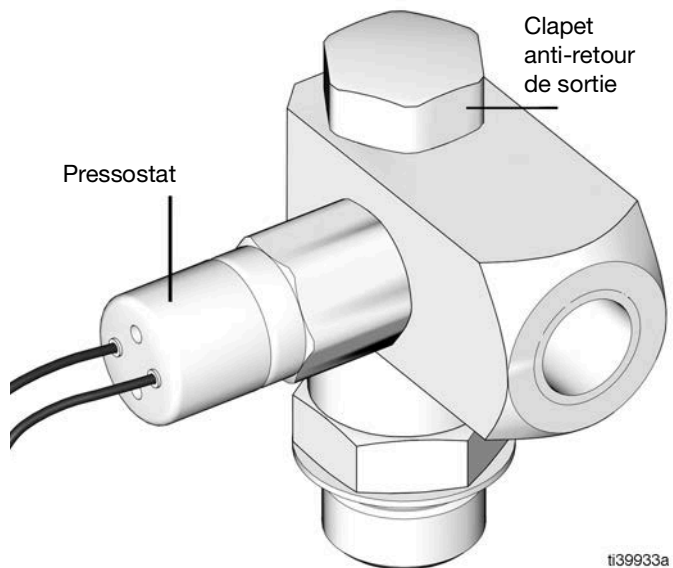

FIG. 8
Le pressostat (B) (**Identification des composants**, page 7) est réglé en usine sur 20,0 bars. Lorsque la pression du système atteint 20,0 bars, le pressostat s'ouvre et arrête le moteur (FIG. 8).
La pompe est équipée d'un clapet anti-retour de sortie standard (E) (**Identification des composants**, page 7). Si un clapet anti-retour avec décompression thermique est nécessaire, achetez le PN 133097 et remplacez le clapet anti-retour standard (FIG. 8).